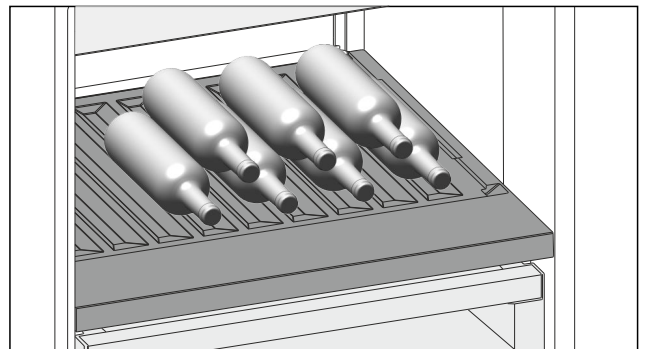

Fig. 166 Esimerkkikuva
- Aseta pullo niin, että pohja osoittaa taaksepäin takaseinää vasten. (katso Fig. 166)